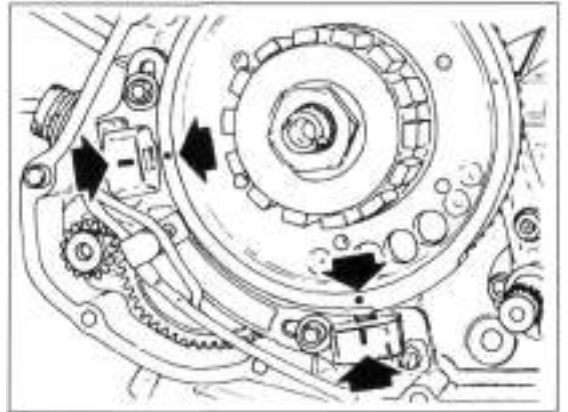

Bild 83
- Neues Sicherungsblech auflegen, Rotor gehalten (DUCATI-Werkzeug 88713.0710 Bild 83) und Befestigungsmutter eindrehen ($177-186 \text{ Nm}$).
- Kolben des liegenden Zylinders auf oberen Totpunkt bringen und Pickups mit Trägerplatte so anbringen, dass die Pickup-Markierungen mit Schwungrad-Markierungen fluchten (Bild 83).